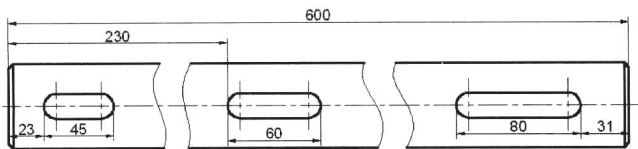

图 1.1.21 创建线性标注
Step3. 创建图 1.1.21 所示的线性标注。
(3) 参照以上步骤创建图 1.1.21 中所示的其他的线性标注。